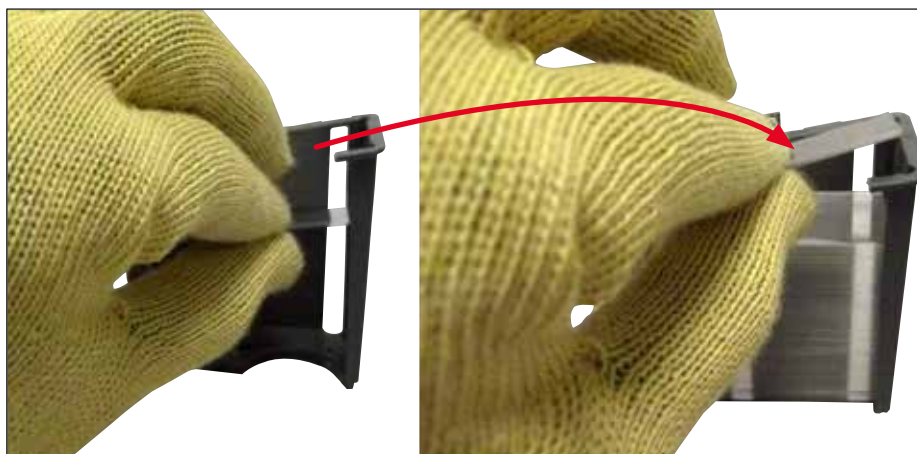

Fig. 64
- Sørg for, at dæglasset sidder korrekt i magasinet (→ Fig. 64).